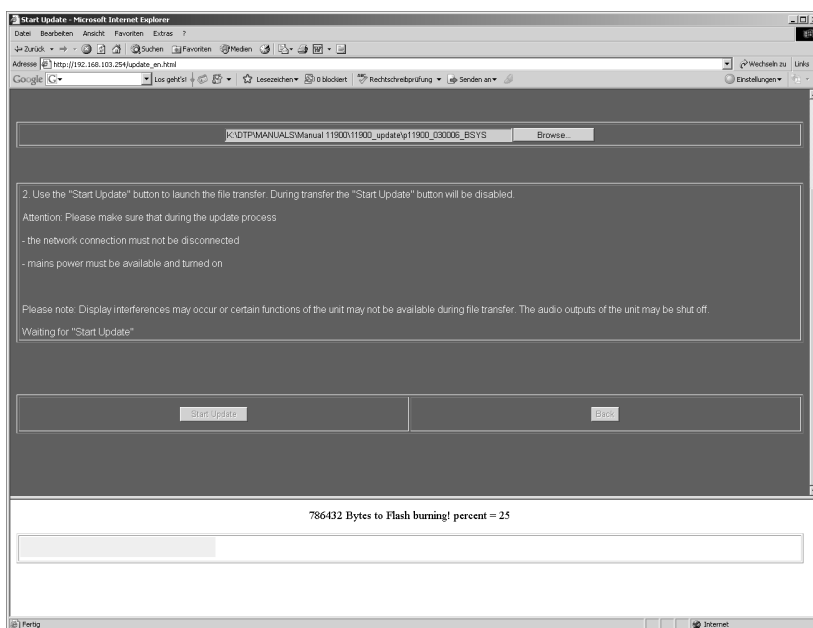

Bild 8-7: Fortschritt des Daten-Transfers der gewählten Update-Datei
7. Ein Balkendiagramm im unteren Seitenbereich zeigt den Fortschritt des Datentransfers an (siehe Bild 8-7).